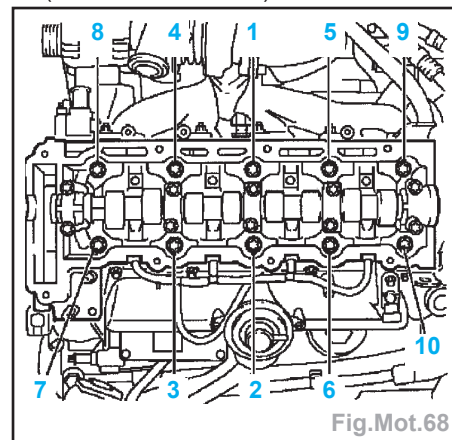

Fig.Mot.68
- Fixer la culasse avec des vis neuves (Fig.Mot.68) :